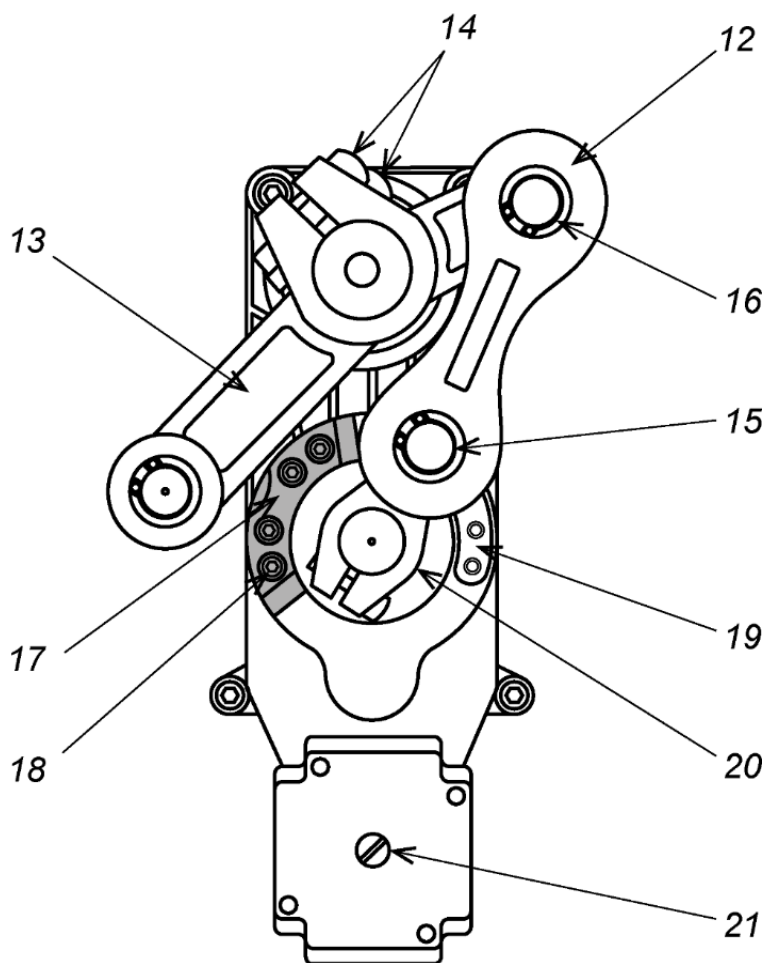

Рисунок 9. Порядок переустановки стрелы шлагбаума
Для разблокировки стрелы откройте дверцу шлагбаума, отключите питание шлагбаума и вращайте винт (ручку) (21) разблокировки привода (см. рис. 9) влево или вправо до тех пор, пока нижний шарнир шатуна (12) не выйдет из крайнего положения и стрела не станет поддаваться ручному воздействию вверх или вниз.
1. Откройте дверцу (2) стойки шлагбаума.
2. Шестигранным ключом S10 ослабьте два болта (14), фиксирующие рычаг (13) на валу кронштейна стрелы (см. рис. 9). Придерживайте стрелу от падения!